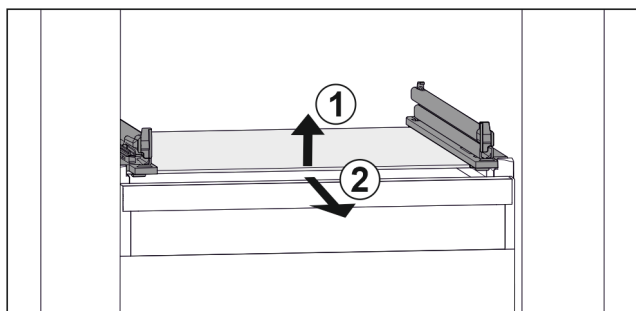

Fig. 121 Príklad zobrazenia sklenenej dosky
- Nadvihnite sklenenú dosku vpredu. Fig. 121 (1)
- Odoberte sklenenú dosku dopredu. Fig. 121 (2)